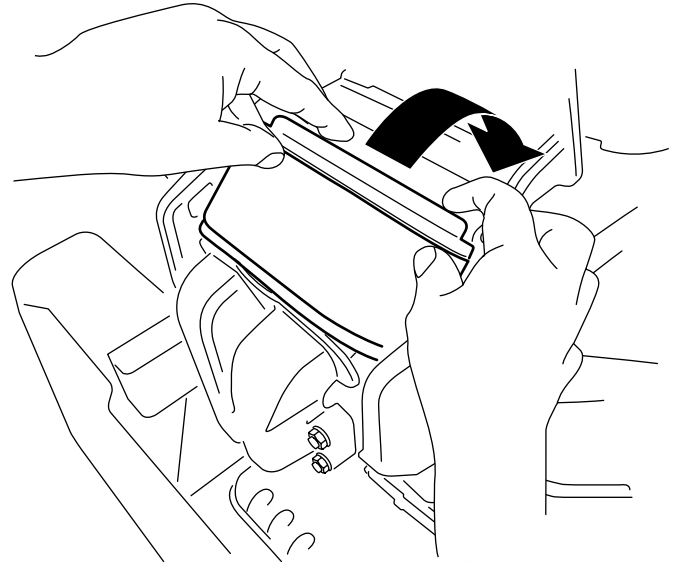

Figure 38
3. Tournez le filtre pour l'insérer dans la chambre et enfoncez-le complètement contre le collecteur (Figure 38).